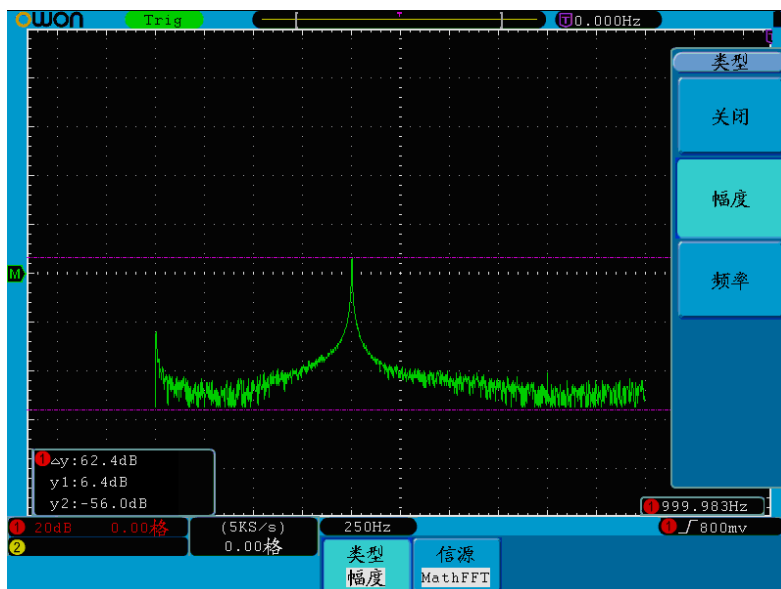

图 5-64：FFT 模式下幅度光标测量波形
3. 根据被测波形，分别转动两个通道的 **垂直位置** 旋钮调整**光标1**、**光标2**的位置，位于波形左下方的光标增量窗口显示**光标1**和**光标2**幅度差值的绝对值及两光标当前的位置。见图 5-64：